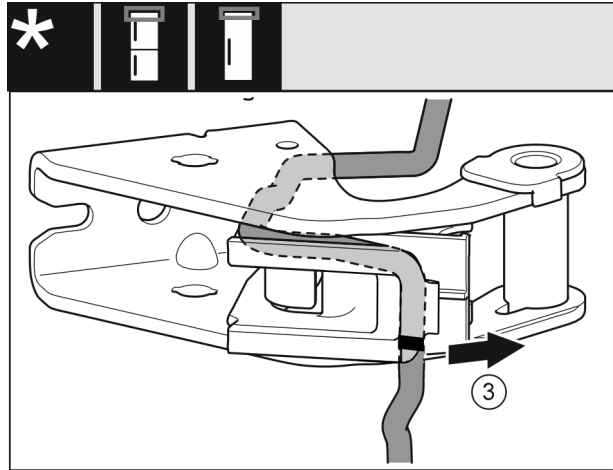

Fig. 27
- Irrota johto johtopitimen kanssa laakeripukista. Fig. 27 (3)